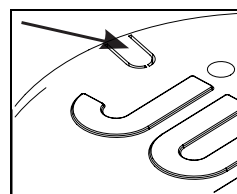
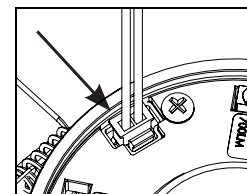

Figure 7
Figure 8
Étape 6. (MVOLT SEULEMENT) Pour les fils de gradation de 0 à 10 V, retirez les alvéoles (Fig 7) défonçables par-dessus le connecteur à deux positions. Raccordez le connecteur à deux positions au luminaire comme illustré (Fig. 8).